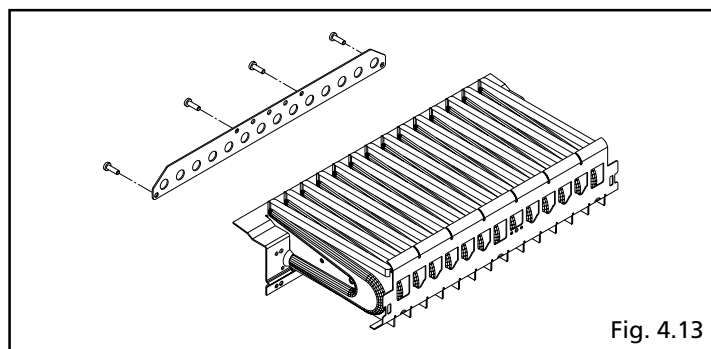

Fig. 4.13
- per trasformazione da GPL a gas metano togliere, se presente, la flangia posteriore dal bruciatore (fig. 4.13)